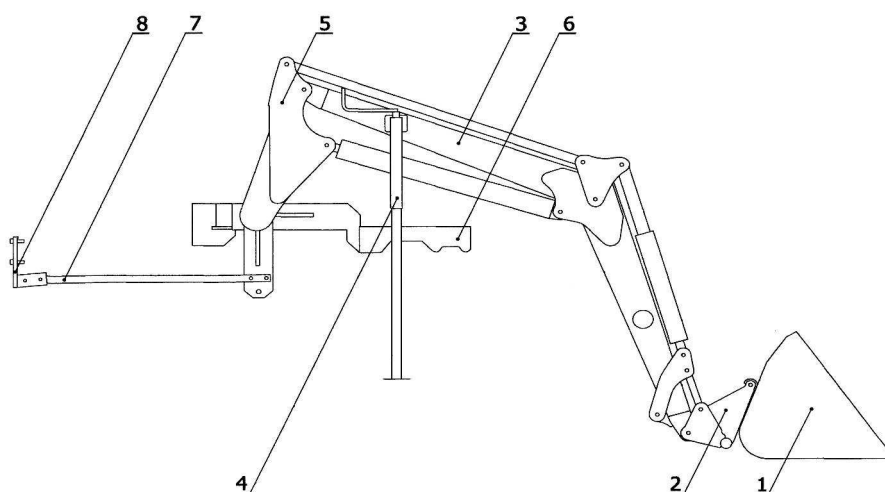

Рис. 4. Строение фронтального погрузчика.
Фронтальный погрузчик „Herkules” состоит из главных агрегатов (рис. 4)
С целью прикрепления рамы, монтированной на тракторе (6) следует прикрепить левую и правую подпору, прикрепляющую жёсткость (8), прикрепленную к задней оси а также планку (7), соединяющую прикрепляющую жёсткость с рамой, монтированной на тракторе (рис. 4). Для прикрепления рамы, монтированной на тракторе использовать болты класса 8,8, которые следует докручивать моментом 60 Nm.